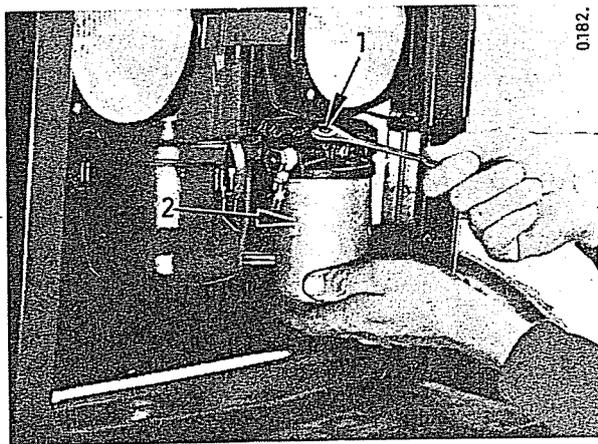

Fig. 37
- Enlevez la vis de fixation (1, Fig. 37) et déposez la cuve du filtre (2). Jetez l'élément filtrant usagé et nettoyez soigneusement la cuve avec du gas-oil propre.